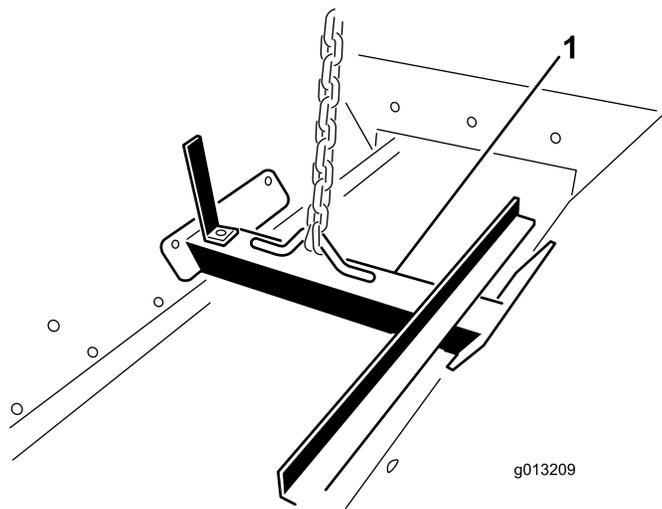

图13
- 1. 请将提升装置安装到用螺栓固定到料斗组件内的提升支架上（图13）。